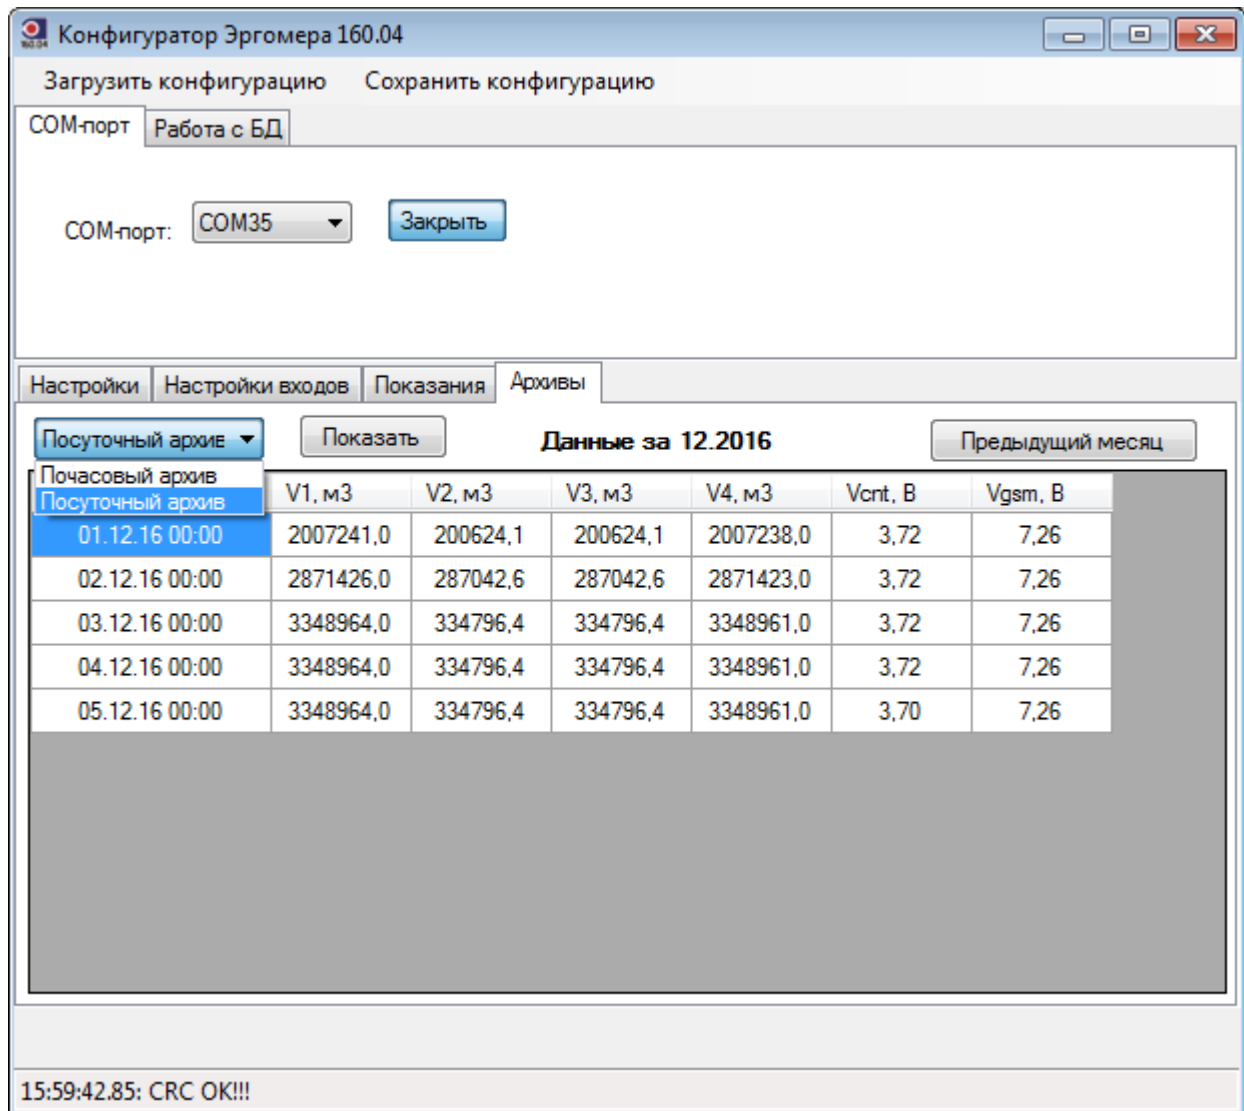

Рис.5 Вкладка «Архив».
2.5.8 На вкладке «**Архив**» можно просмотреть архивные записи счетчика из почасового или посуточного архивов. Просмотр архивов возможен только при подключении счетчика к ПК через USB-порт счетчика (когда активна вкладка «COM-порт») Вид приложения при выборе вкладки «Архив» показан на рис.5.